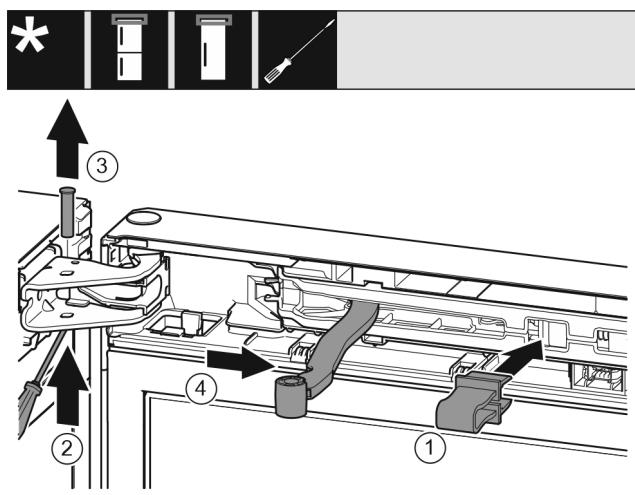

*Fig. 10*
- Abdeckung Fig. 10 (1) abnehmen.
- Lagerbockabdeckung Fig. 10 (2) ausrasten und lösen.
- Lagerbockabdeckung Fig. 10 (2) abnehmen.
- Blende Fig. 10 (3) mit Schlitzschraubendreher ausrasten und zur Seite schwenken.